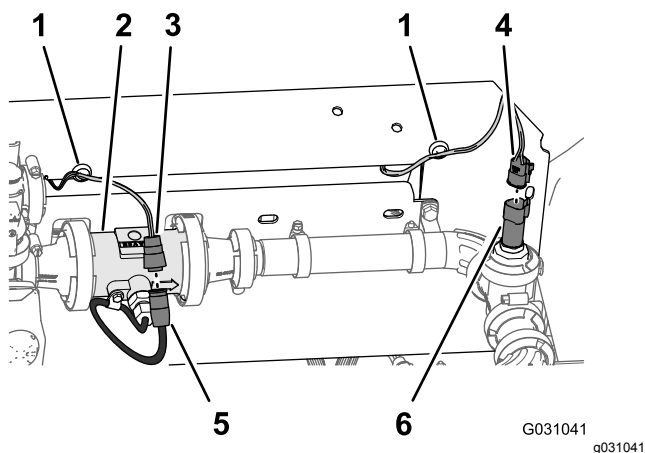

Figure 108
Meter (débitmètre) et Pressure Transducer (transducteur de pression) à l'arrière du support de collecteur (Figure 108).
2. Branchez le connecteur à 3 douilles de la branche de 75,5 cm du faisceau pour le débitmètre (non identifié) au connecteur à 3 broches du faisceau du débitmètre (Figure 108).
3. Branchez le connecteur à 3 douilles de la branche de 218,4 cm du faisceau associé au **Pressure Transducer** (identifié) au connecteur à 3 broches du transducteur de pression (Figure 108).
4. Collez les ancrages magnétiques de faisceau pour le débitmètre et le transducteur de pression sur la surface du support de collecteur (Figure 108).